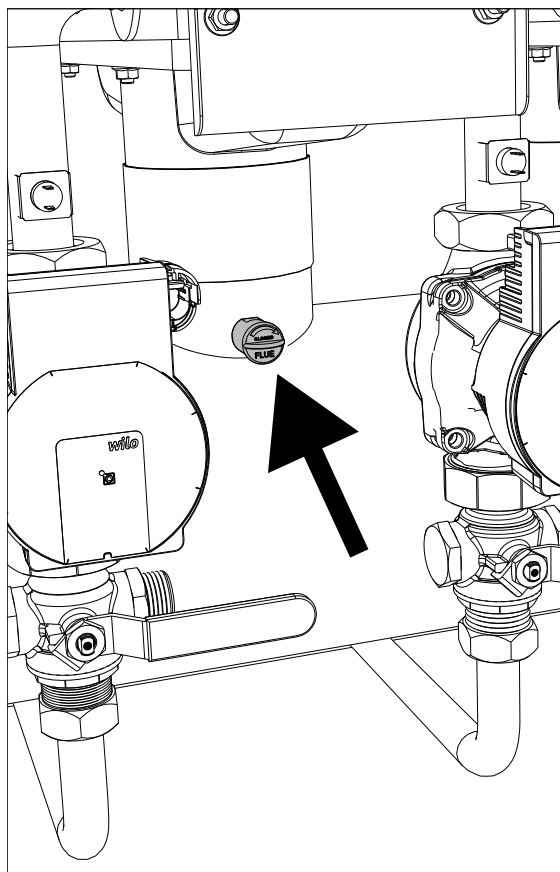

fig. 93- Toma de humos de un módulo
La muestra de humos de combustión se debe obtener introduciendo la sonda del analizador en la toma de humos de cada uno de los módulos (vea fig. 93).
- Introduzca un instrumento de análisis de la combustión en la toma de humos (vea fig. 93).